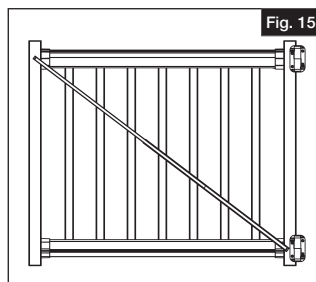

Fig. 15
- Étendre le renfort en travers de la barrière entre les montants [une des extrémités sera adjacente à la charnière] (Fig. 15).